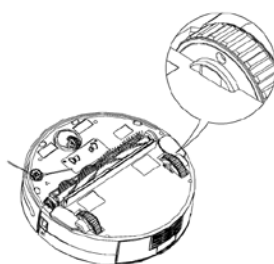

Рис. 3
- 2) Потяните выходящие застёжки в конце держателя (См. Рис. 2) к углублениям на внутренних сторонах правого и левого колес (См. Рис.3), и придавите их. Тогда оба конца держателя будут зафиксированы.